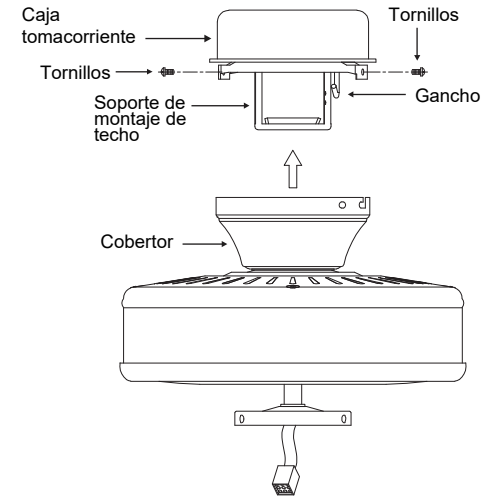

Fig. 13
Paso 3. Asegúrese de que los cuatro tornillos de montaje estén bien ajustados. (Fig. 13)